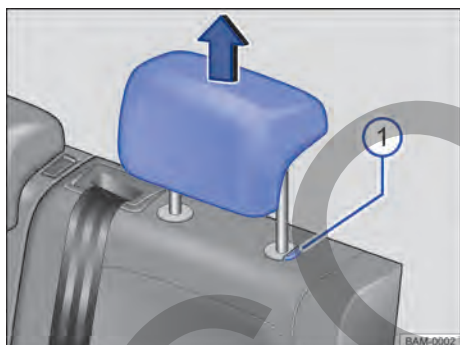

Fig. 66 Apoyacabezas traseros: desinstalar.
- Retirar el apoyacabezas con el botón → fig. 66 ① presionado.
- Empujar hacia abajo el apoyacabezas con el botón → fig. 66 ① presionado.